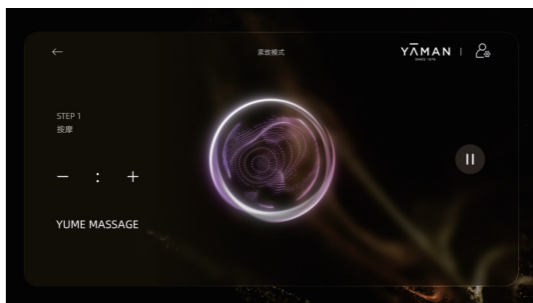

图5-11：紧致模式-手法按摩页面
①手法按摩+塑升立提按摩霜，护理时长为10-30分钟（如图5-11）。